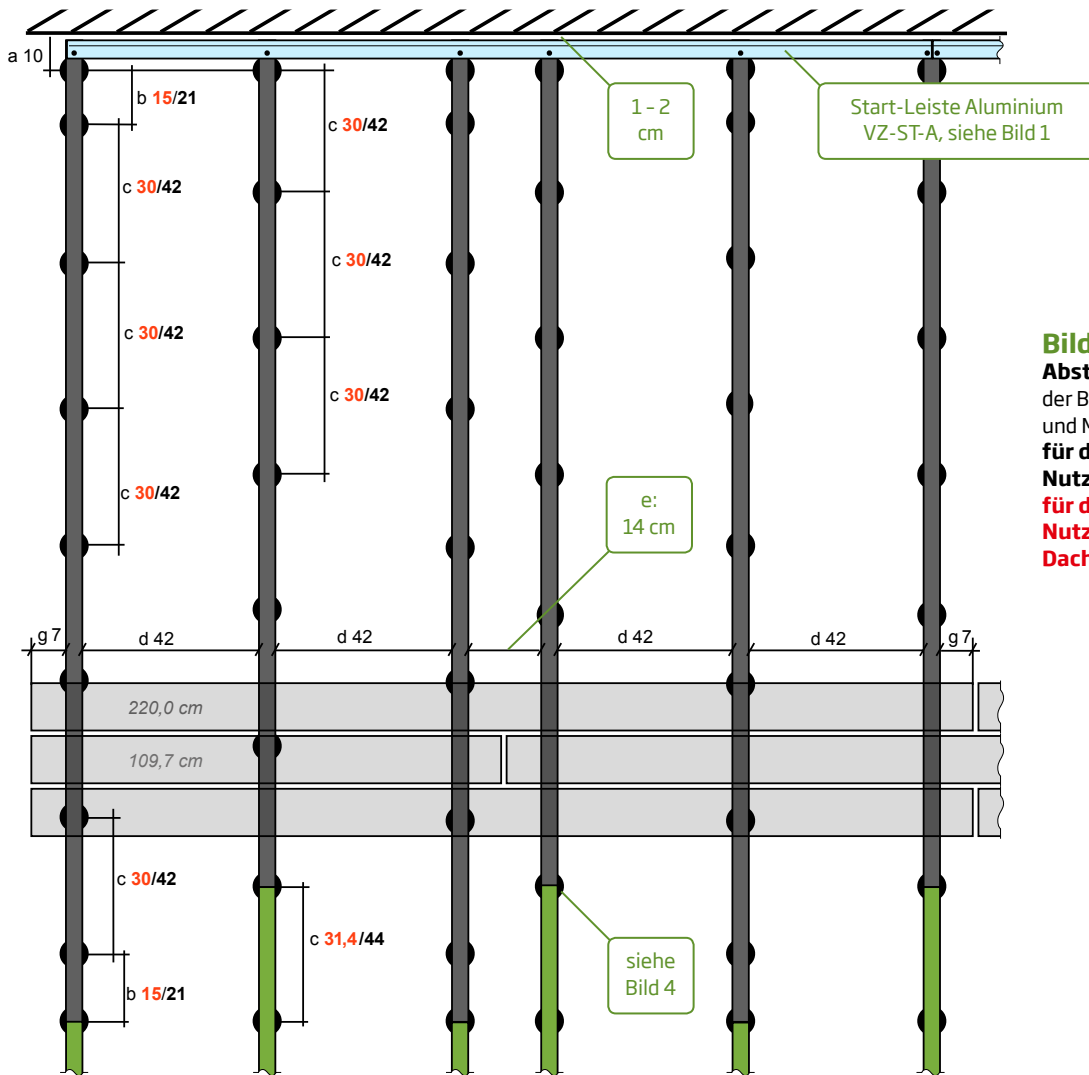
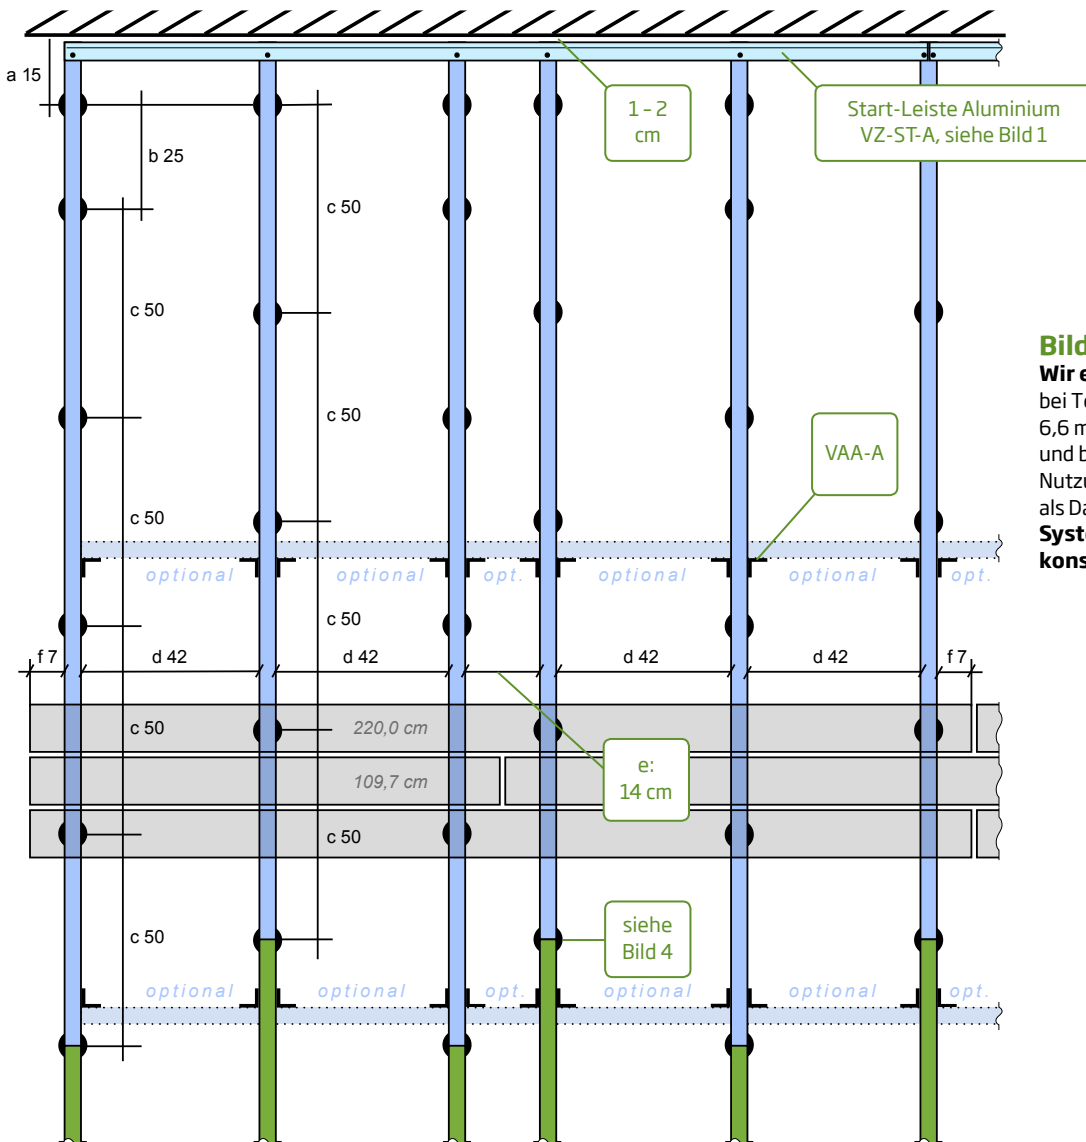

Bild 2
Bild 3
- Berücksichtigen Sie die unterschiedlichen Montagevorgaben für die verschiedenen Nutzungsvarianten und die davon abhängige Auswahl des Systemprofils (siehe Punkt 3.2, sowie Bild 2 und 3)!
- Da sich die Terrassendiele in Abhängigkeit von Temperatur und Umgebungsfeuchtigkeit ausdehnt und zusammenzieht, müssen die vorgeschriebenen Abstände von 1 - 2 cm zu angrenzenden festen Bauteilen unbedingt eingehalten werden (siehe Bild 2 und 3 sowie Kapitel 3.2, letzter Abs.).
- Optional empfehlen wir die Unterkonstruktion aus den Aluminiumprofilen mit Querverbindern zu verstärken, wenn besondere Beanspruchungen, z.B. bei einer gewerblichen Nutzung, zu erwarten sind (siehe Bild 3).
- Der Abstand zwischen den Querverbindern sollte nicht größer als 1,0 m sein. Die Start-Leiste-Aluminium zählt als erste Querverbindung. (siehe Bild 3)
Halten Sie einen Abstand von 1 - 2 cm zu allen festen Bauteilen ein. Richten Sie die restlichen Profile im erforderlichen Abstand zueinander aus (siehe Bild 2). Prüfen Sie erneut die Ebenheit und das Gefälle der Unterkonstruktion.
Halten Sie einen Abstand von 1 - 2 cm zu allen festen Bauteilen ein. Richten Sie die restlichen Profile im erforderlichen Abstand zueinander aus (siehe Bild 3). Prüfen Sie erneut die Ebenheit und das Gefälle der Unterkonstruktion.
Positionieren Sie die Systemprofile in Richtung des Gefälles auf dem vorbereiteten Untergrund. Halten Sie vor Kopf einen Abstand von 1 - 2 cm zu allen festen Bauteilen ein. Richten Sie die restlichen Profile im Abstand (siehe Bild 2 oder Bild 3) zueinander aus. Prüfen Sie erneut die Ebenheit und das Gefälle der Unterkonstruktion.
Planen sie einen Versatz der Stöße, von Reihe zu Reihe ein, damit die Punkte nicht auf einer Linie liegen (siehe Bild 2 oder 3).